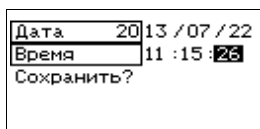

Рис. 17. Установка даты и времени.
1. Выберите пункт «Дата/Время» из меню «УСТАНОВКИ» (рис. 17)